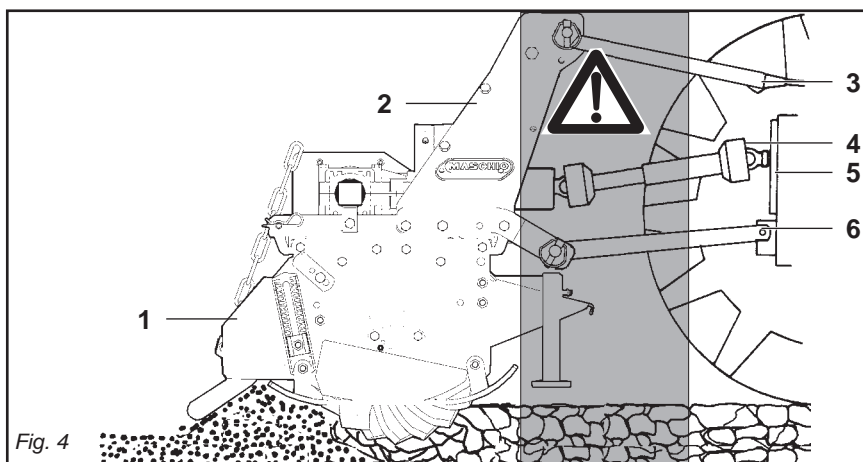

Fig. 4
- 25) *It is absolutely forbidden to stand between the tractor and the machine (Fig. 4) when the engine is running and the cardan shaft is engaged without having first engaged the hand brake.*
- 25) Il est absolument interdit de se mettre entre le tracteur et l'appareil (Fig. 4) quand le moteur est en marche et le cardan enclenché, sans avoir tiré le frein de stationnement.
- 25) Es ist absolut verboten, bei laufendem Motor und eingeschalteter Gelenkwelle zwischen den Schlepper und das Gerät zu treten (Abb.4). Dazu muß die Feststellbremse gezogen werden. Achten Sie bei der Arbeit mit der Maschine auf den nötigen Sicherheitsabstand aufgrund der Auswurfgefahr stumpfer Gegenstände.
- 25) Está terminantemente prohibido colocarse entre el tractor y el equipo (Fig.4) con motor encendido y cardán inserido, o sin haber accionado el freno de estacionamiento. Manténgase a una distancia de seguridad de la máquina durante el trabajo, porque puede proyectar objetos.
- 29) È assolutamente vietato interporre fra il trattore e l'attacco della macchina per manovrare il comando dall'esterno per il sollevamento (Fig. 4).
- 29) *It is absolutely forbidden to stand between the tractor and the implement when manoeuvring the lift control from the outside (Fig. 4).*
- 29) Il est absolument interdit de se mettre entre le tracteur et l'attelage pour manoeuvrer la commande de relevage de l'extérieur (Fig. 4).
- 29) *Es ist absolut verboten, zwischen den Schlepper und den Anschluß zu treten, um die Aushebung von außen zu betätigen (Abb. 4).*
- 29) Está absolutamente prohibido colocarse entre el tractor y el enganche para maniobrar el mando desde el externo en la fase de elevación (Fig. 4).